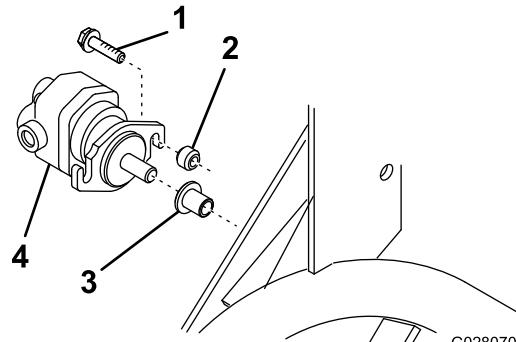

Figura 11
- B. Inserte el eje acanalado del motor del molinete en el tubo de almacenamiento del bastidor (Figura 11).
- C. Usando la brida del motor del molinete como plantilla, posiciónela según se indica en Figura 11 y perfore un taladro de 8,75 mm de diámetro en la línea marcada en el paso A.